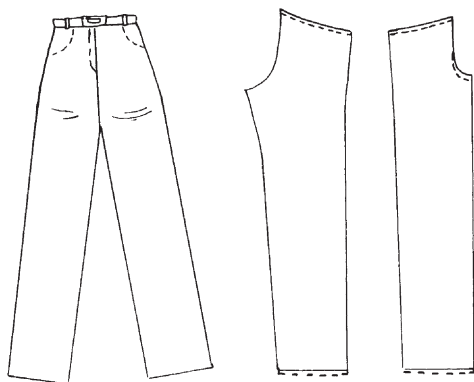

Рис. 54. Излишнее провисание среднего шва в нижней части
*Дефект 5:* излишнее провисание среднего шва в нижней части (рис. 54).